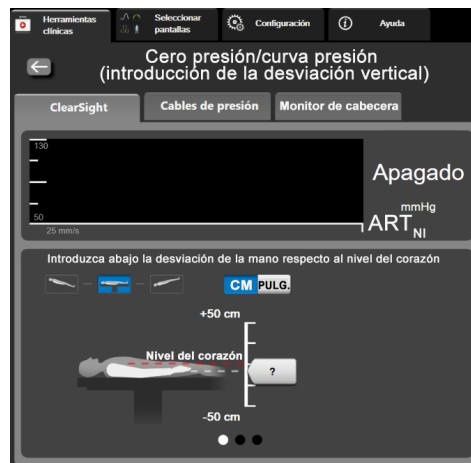

Figura 11-6 Pantalla Cero presión/curva presión (introducción de la desviación vertical)
- 4 En la pantalla **Cero presión/curva presión** de este modo (se muestra en figura 11-6) se representarán tres posiciones del paciente: